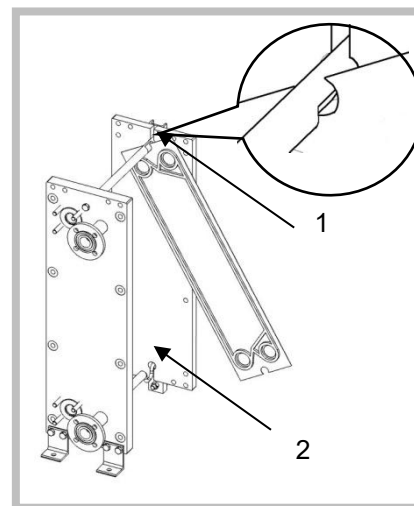

Рисунок 34
2. По отдельности вытащить пластины теплообменника в область несущей рейки к опоре, где имеется фрезерованная выемка [1]. В этой области пластины теплообменника в силу конструкции нижней несущей рейки можно сдвинуть в сторону и затем, потянув вниз, вытащить их из каркаса (Рисунок 34).